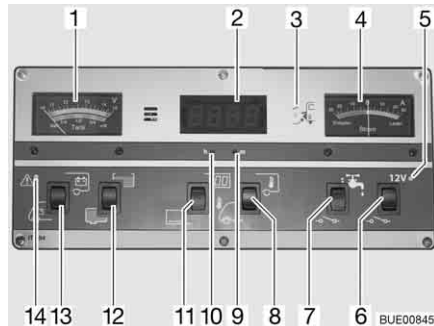

Fig. 157 Pannello di controllo IT 994
Per l'indicatore volt/serbatoio (Fig. 157,1) leggere la scala superiore. L'indicatore si illumina automaticamente appena viene premuto un interruttore.
- Premere l'interruttore a bilico (Fig. 157,13) in basso: Viene indicata la tensione della batteria di avviamento.
- Premere l'interruttore a bilico (Fig. 157,13) in alto: Viene indicata la tensione della batteria dell'abitacolo.
Per l'indicatore volt/serbatoio (Fig. 157,1) leggere la scala inferiore. L'indicatore si illumina automaticamente appena viene premuto un interruttore.
- Premere l'interruttore a bilico (Fig. 157,12) in alto: Viene indicato il livello del serbatoio dell'acqua.
- Premere l'interruttore a bilico (Fig. 157,12) in basso: Viene indicato il livello del serbatoio delle acque grigie.
La spia luminosa rossa ALARM (Fig. 157,14) inizia a lampeggiare non appena la tensione della batteria dell'abitacolo scende al di sotto di 11 V (misurazione durante il normale esercizio) con conseguente rischio che la batteria si scarichi troppo.
- Premere l'interruttore a bilico (Fig. 157,11) in alto: L'indicatore dell'orologio digitale si accende. L'indicatore per la temperatura è pronto al funzionamento.
- Premere l'interruttore a bilico (Fig. 157,11) in basso: L'indicatore dell'orologio digitale e l'indicatore di temperatura sono spenti.
- Premere con un oggetto sottile, p. es. con la punta di una matita, nell'apertura per l'indicazione delle ore (Fig. 157,10) finché non viene visualizzato il numero dell'ora desiderata.
- Premere con un oggetto sottile, p. es. con la punta di una matita, nell'apertura per l'indicazione dei minuti (Fig. 157,9) finché non viene visualizzato il numero dei minuti desiderato.
- Premere l'interruttore a bilico (Fig. 157,8) in alto: Viene indicata la temperatura interna.
- Premere l'interruttore a bilico (Fig. 157,8) in basso: Viene indicata la temperatura esterna.
Sullo strumento indicatore di corrente (Fig. 157,4) appare in permanenza la corrente attualmente erogata dalla batteria. L'indicatore si illumina automaticamente appena viene premuto un interruttore.
L'interruttore principale a 12 V (Fig. 157,6) inserisce o disinserisce il pannello di controllo e l'alimentazione a 12 V dell'abitacolo.
Accensione: ■ Premere l'interruttore a bilico (Fig. 157,6) in alto: L'alimentazione a 12 V dell'abitacolo è inserita. La spia di controllo (Fig. 157,5) diventa verde.
Spegnimento: ■ Premere l'interruttore a bilico (Fig. 157,6) in basso: L'alimentazione a 12 V dell'abitacolo è disinserita. La spia di controllo (Fig. 157,5) si spegne.
La spia di controllo a 12 V (Fig. 157,5) si accende non appena l'interruttore principale a 12 V (Fig. 157,6) viene inserito.
La spia gialla di controllo a 230 V (Fig. 157,3) si accende quando all'ingresso della centralina elettrica è presente una tensione di rete.
Accensione: ■ Premere l'interruttore a bilico (Fig. 157,7) in alto: L'alimentazione idrica è accesa.
Spegnimento: ■ Premere l'interruttore a bilico (Fig. 157,7) in basso: L'alimentazione idrica è spenta.